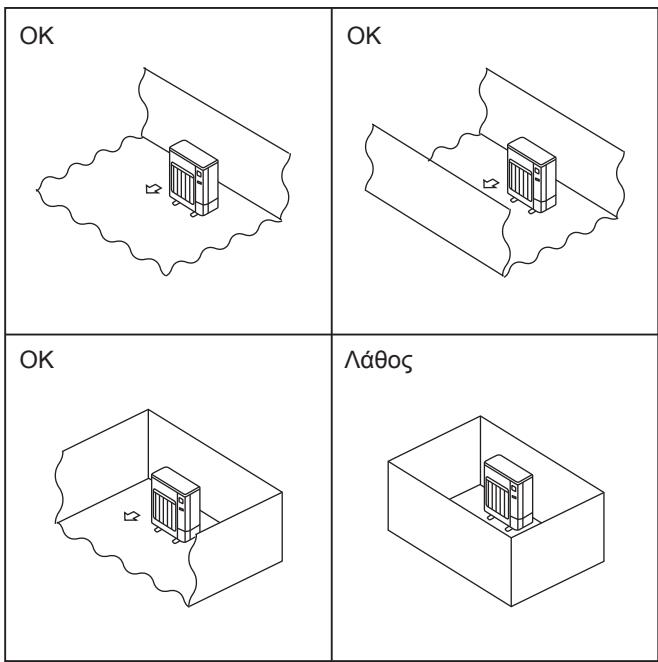

Fig. 2-2
- ◎ Εγκαθιστάτε τις εξωτερικές μονάδες σε χώρους όπου τουλάχιστον μία από τις τέσσερις πλευρές είναι ανοικτή και σε επαρκώς μεγάλους χώρους χωρίς συμπτώσεις. (Fig. 2-2)